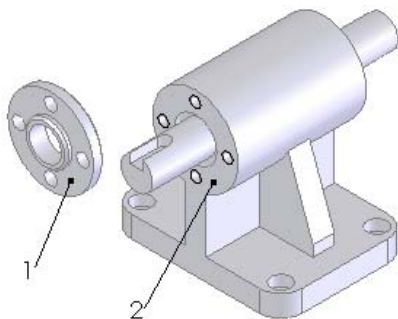
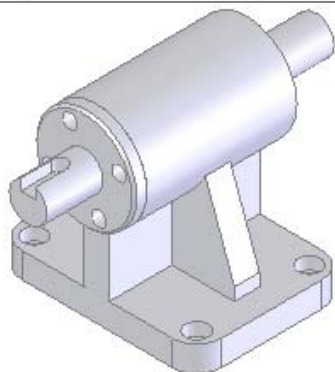

图 7-131 插入法兰盘后的视图
图 7-133 同轴心配合后视图
插入法兰盘。具体步骤可以参考上面的介绍，将法兰盘插入到图中合适的位置，结果如图 7-131 所示。
**02** 添加配合关系。在菜单栏中选择“插入”→“配合”命令，将图 7-131 中的面 1 和面 2 添加为“重合”几何关系，注意配合方向为“反向对齐”模式，结果如图 7-132 所示。重复配合命令，将图 7-132 中的面 1 和面 2 添加为“同轴心”配合关系，结果如图 7-133 所示。